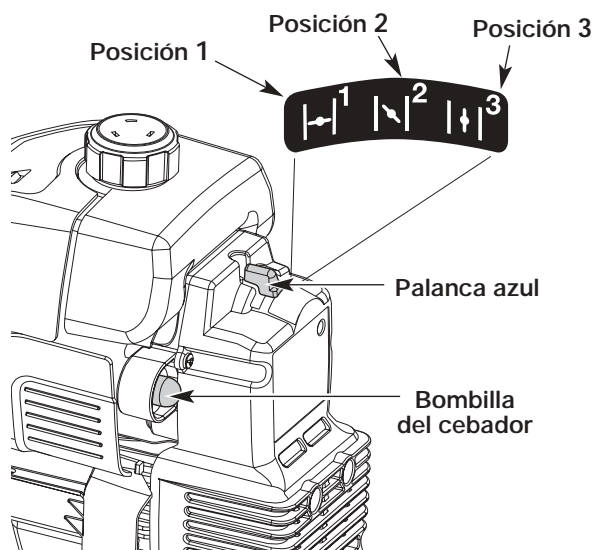

Fig. 7
3. Oprima completamente el cebador y suéltelo 10 veces. Hágalo lentamente. Se deberá ver un poco de combustible en el cebador y en las tuberías de alimentación de combustible (Fig. 7). Si no puede ver el combustible en el cebador, oprímalo y suéltelo tantas veces como sea necesario hasta que vea combustible en el mismo.
4. Coloque la palanca azul en Posición 1 (Fig. 7).